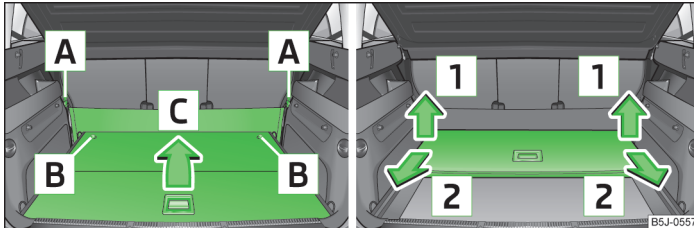

Abb. 51 Variablen Ladeboden zusammenklappen / herausnehmen
- › Die Schlaufen **A** » Abb. 51 der elastischen Trennwand aus den Befestigungspunkten aushängen.
- › Den variablen Ladeboden durch Drehen der Sicherungsbolzen **B** » Abb. 51 nach rechts um ca. 180° verriegeln.